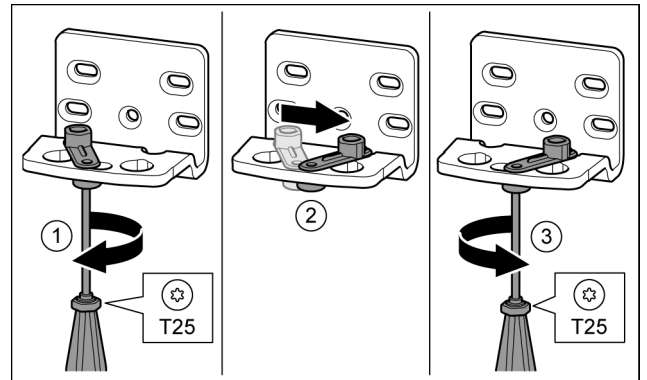

Fig. 30 *
- ▶ Enrosque el tornillo con el destornillador T25 sin apretar. *Fig. 30 (1)* *
- ▶ Levante el dispositivo auxiliar de cierre de la puerta y gírelo 90° hacia la derecha en el orificio. *Fig. 30 (2)* *
- ▶ Apriete el tornillo con el destornillador T25. *Fig. 30 (3)* *